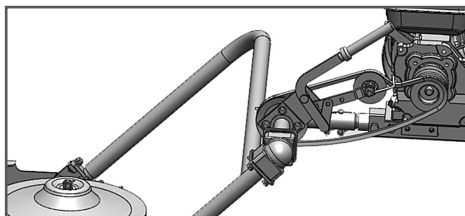

Рис. 6 Установка ремня
3. Установить ремень на ведомый шкив косилки (Рис.6) так, чтобы он вошел в зацепление с роликом.